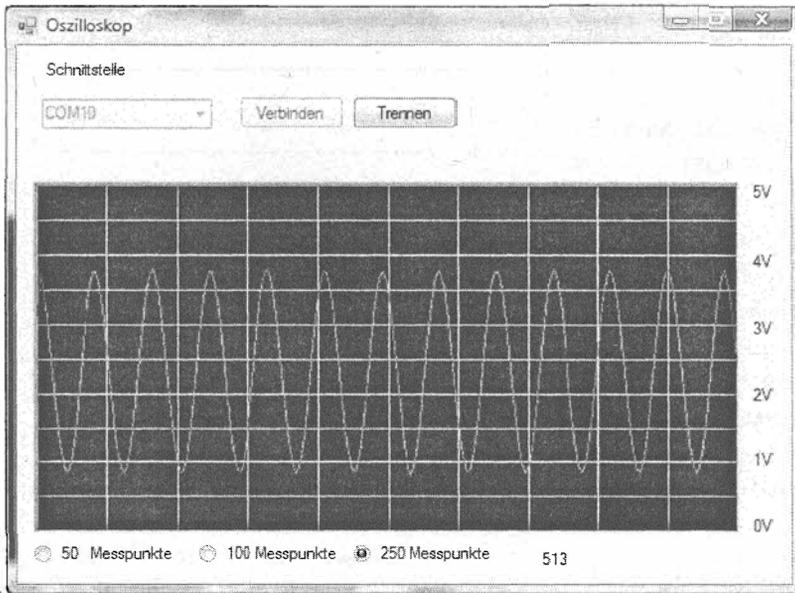

Рис. 10.26. VB.NET-осциллограф с памятью
Если требуется исследовать быстропротекающие процессы (примерно до 5 кГц), фиксировать их нужно иначе (листинг 10.28). Для этого сначала следует создать массив данных, в котором можно оставлять 255 результатов измерения. В цикле, который считает от 1 до 256, измеряется при каждом прохождении аналоговый вход и текущее значение пишется в массив. Измерение всегда начинается со стартового байта (55), который должен посылаться из персонального компьютера. Если измерение завершено, содержание массива передается в программу VB.NET. Разделение старшего и младшего байтов происходит уже известным способом. Программа VB.NET обрабатывает данные и отображает диаграмму напряжения в графическом окне. Таким образом, получается несложный осциллограф с памятью, который позволяет анализировать низкочастотный сигнал. Для измерения высоких напряжений (более 5 В) необходимо перед аналоговым входом дополнительно подключать делитель напряжения. При отсутствии подходящего источника сигналов можно посмотреть наводку сигнала сети 50 Гц. Для этого присоедините кусок провода к аналоговому входу 0 и просто возьмитесь за него пальцами (рис. 10.26).